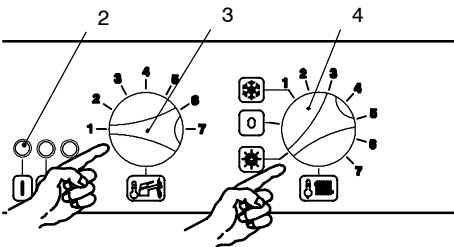
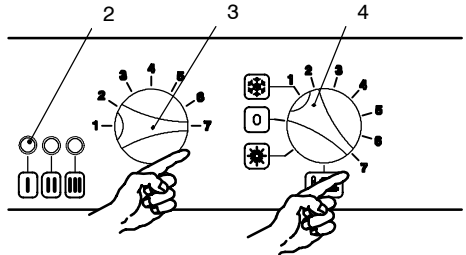

fig. 7.1
fig. 7.2
- 5 Ruotare la manopola regolazione temperatura sanitari (3) e la manopola selettore di funzione (4) in senso antiorario e posizionarle come in fig. 7.1.
- 7 Le spie di segnalazione 2 (fig. 7.1) lampeggiano alternativamente: la prima e la terza lam-
- 8 Ruotare le manopole 3 e 4 contemporaneamente in senso orario fino al massimo (fig. 7.2) e successivamente ruotarle entrambe contemporaneamente in senso antiorario fino al minimo (fig. 7.1).
- 3 Ruotare la manopola regolazione temperatura sanitari (3) e la manopola selettore di funzione (4) in senso orario e posizionarle come in fig. 7.2.